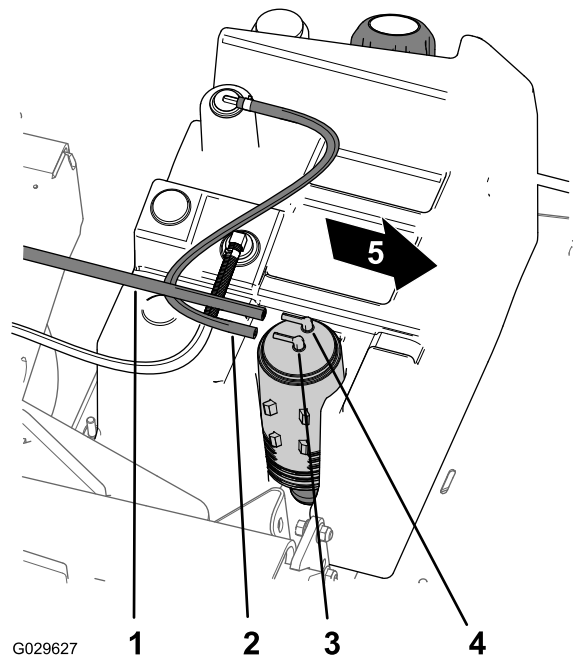

Figura 46
2. Rimuovete il flessibile del serbatoio del carburante dal raccordo sul canister a carboni attivi contrassegnato con Fuel Tank (serbatoio del carburante) (Figura 46).
1. Rimuovete il flessibile di aspirazione dal raccordo sul canister a carboni attivi contrassegnato con Purge (spurgo) (Figura 46).
8. Montate il flessibile di aspirazione sul raccordo sul canister a carboni attivi contrassegnato con Purge e il flessibile del serbatoio del carburante sul raccordo contrassegnato con Fuel Tank (Figura 46).